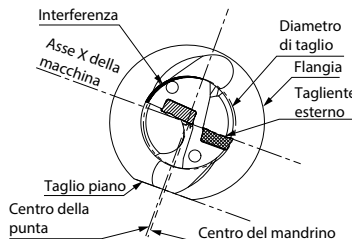

Fig. 4 Offset eccessivo (per diametro di foro ridotto)
1. Allineare la punta con il lato dell'inserto esterno parallelo all'asse X della torretta dell'utensile. (Fig. 4)
Assicurarsi di non ridurre il diametro del foro a una dimensione inferiore al diametro della punta di 0,2 mm o superiore. In caso contrario, il portautensili interferirà con il foro. (Fig. 4)